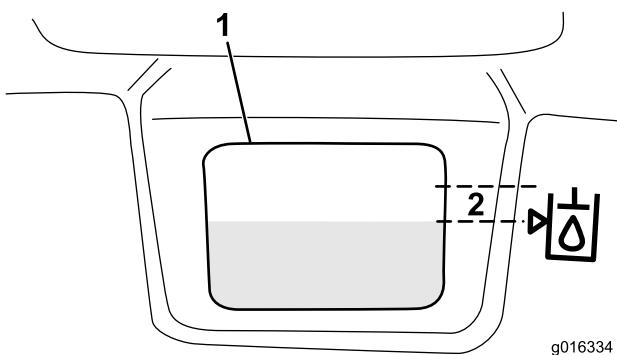

Figura 31
3. Llene lentamente el depósito con aceite hidráulico apropiado hasta que el nivel esté a 0,25 pulgadas (6 mm) o menos de la flecha del símbolo que está junto a la mirilla blanca de la parte delantera del depósito (Figura 31). No llene demasiado.